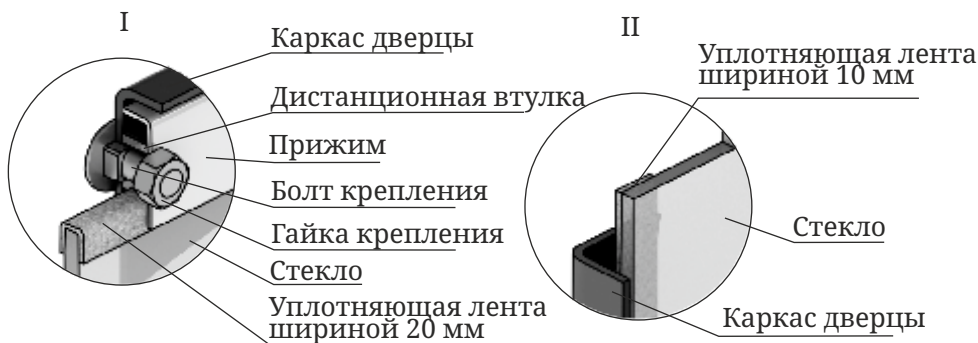

Рисунок 20. Крепление светопрозрачного экрана дверцы модификации «Витра»
1. Отверните две гайки, фиксирующие прижим (рисунок 20.I), демонтируйте его и дистанционные втулки.
3. Возьмите новое стекло. Если на нем нет уплотняющих лент, наклейте их: лента шириной 20 мм наклеивается сверху и снизу стекла «П» - образно (рисунок 20.I), лента шириной 10 мм наклеивается вертикально, вдоль боковых сторон стекла (рисунок 20.II).
4. Вставьте стекло в упор, при этом лента, наклеенная с боковых сторон (вертикальная) должна быть зажата между стеклом и каркасом дверцы (рисунок 20.II).